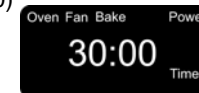

Fig. 10
6. Para seleccionar el ajuste de tiempo deseado, presione las flechas hacia arriba/abajo hasta alcanzar ese tiempo. (Fig. 10)